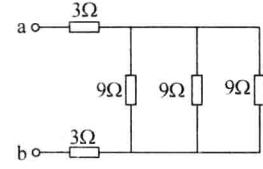

图 1-1
13. 电路如图 1-1 所示, ab 两端的电阻 $R_{ab} = () \Omega$ 。